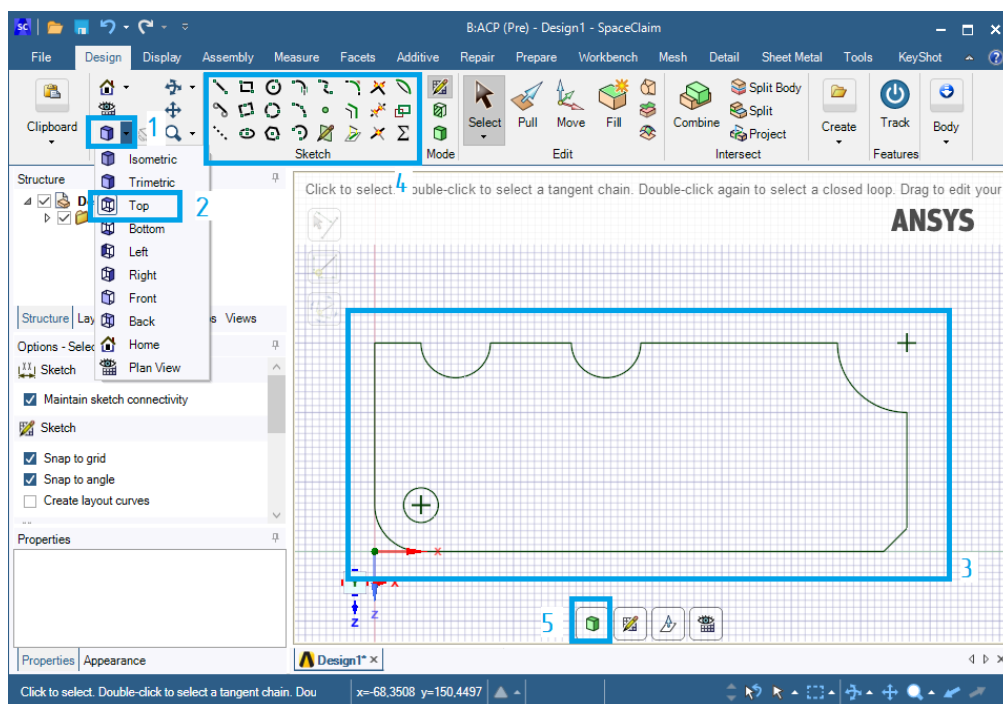

Рис. 15. Создание эскиза
11.2. Нажимаем на иконку выбора вида (1) и выбираем вид сверху (2), после чего строим эскиз (3) согласно своему варианту (рис. 15). Для построения используется панель инструментов сверху (4) (принцип работы практически идентичен работе в **SolidWorks**). Выходим из редактора эскиза (5).